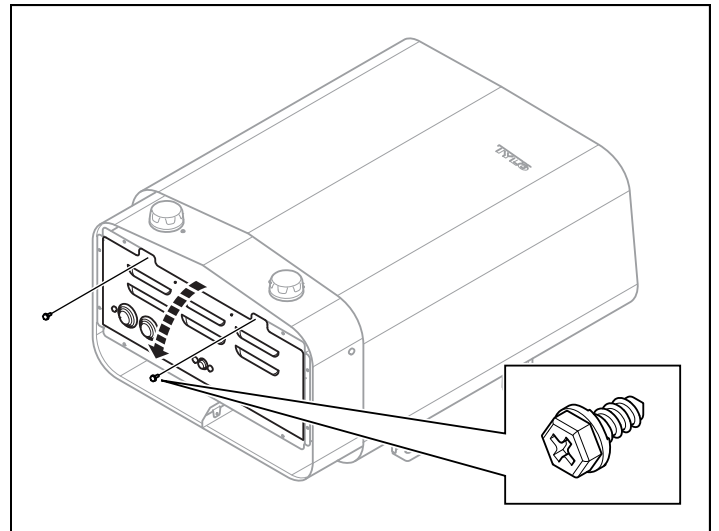

Fig 5: Ouverture/fermeture du volet
2. Desserrer les vis et ouvrir le volet (voir Fig 5).
4. Fermer le volet et serrer les vis (voir Fig 5).